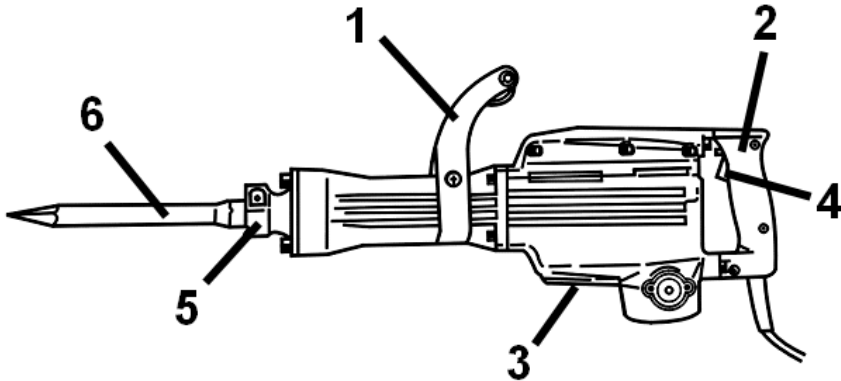

Рисунок 1
6.3.1 Заміну змазки рекомендується проводити після кожних 3-6 місяців експлуатації (дивіться рівень через вікно контролю (3, рисунок 1)). Рекомендуємо заміну змазки виконувати в найближчому уповноваженому сервісному центрі.